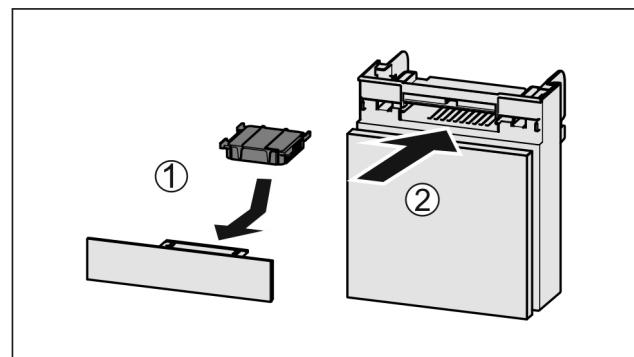

Fig. 49
- Поставете Fig. 49 (1) филтъра с активен въглен, както е показано на фигуранта.
- Вкарайте Fig. 49 (2) отделението.